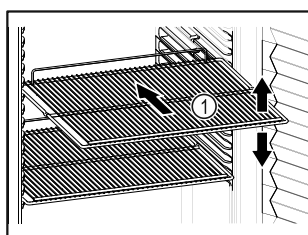

Fig. 56
- ❑ Ak sa dajú odkladacie rošty Fig. 56 (1) premiestniť, prispôbte výšku.